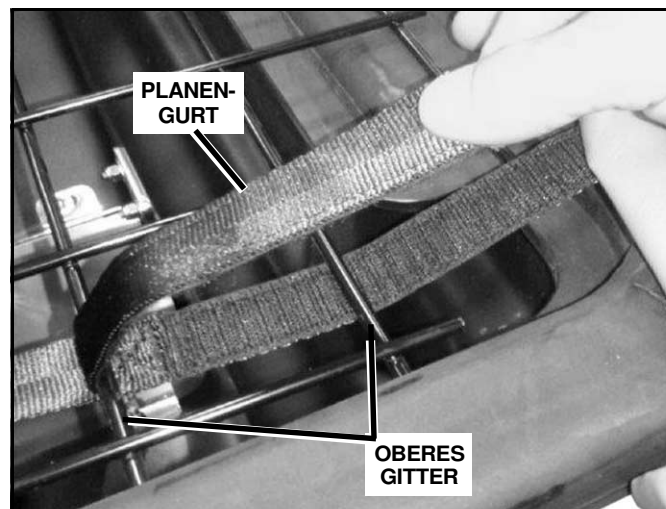

Abb. 1-3
4. Es sind zwei Haltegurte unter dem vorderen Rand der Plane an dem vorderen Ende des Trichters befestigt ist. Stecken Sie die Gurte auf jeder Seite unter zwei Verstreungen des Gitters hindurch und führen Sie das freie Ende wieder oben auf das Gitter. (Siehe Abb. 1-3).